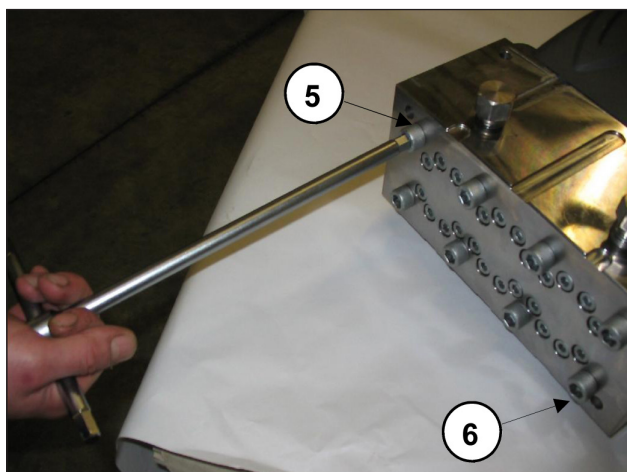

Fig. 17
- Aflojar los tornillos del cabezal M12x260 5 y 6 como se indica en la Fig. 17 y sustituirlos con dos tornillos - clavija de servicio (cód. 27508200) como se indica en la fig. Fig. 18. A continuación, extraer los tornillos restantes.